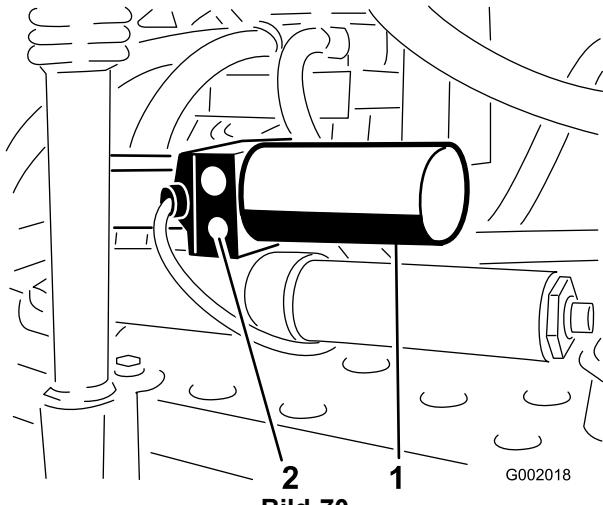

Bild 70
- Ermitteln Sie das manuelle Überdruckventil am Aktuator jedes Spritzgestänges. Das manuelle Überdruckventil ist das kleinste Ventil. Es befindet sich nur an einer Seite des Aktuators (Bild 70).